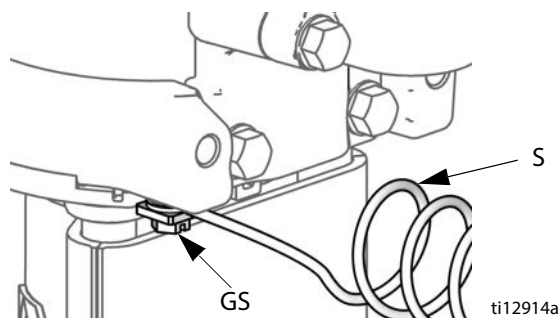

Рис. 3. Заземление насоса.
Насос: См. Рис. 3. Убедитесь, что винт заземления (GS) вставлен в пневмомотор и надежно затянут. Подсоедините другой конец провода заземления (S) к точке фактического заземления.